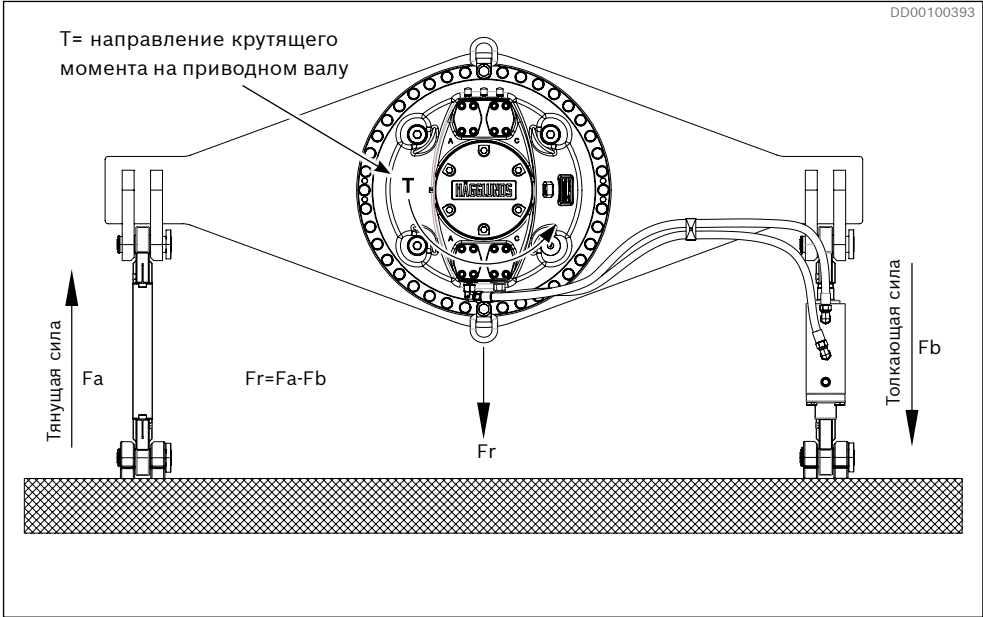

Рис. 30. Внешние силы F_r , F_a , F_b для DTCB
- ▶ Убедитесь в том, что основание и машина заказчика способны выдержать силы, передаваемые от моментного рычага. См. Рис. 21, Рис. 30, Таблица 9 и Таблица 12